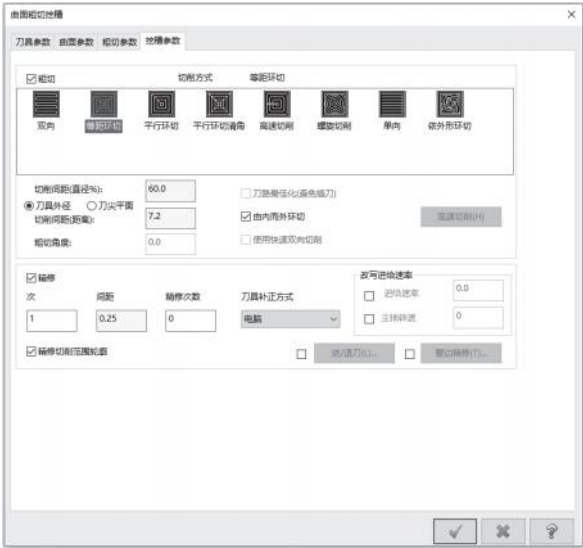

图 9-22 挖槽参数设置
5) 打开【挖槽参数】选项卡，切削方式为【等距环切】，设置【切削间距（直径%）】为60%。勾选【精修】复选项，设置【次】为1，【间距】为0.25mm，如图9-22所示。